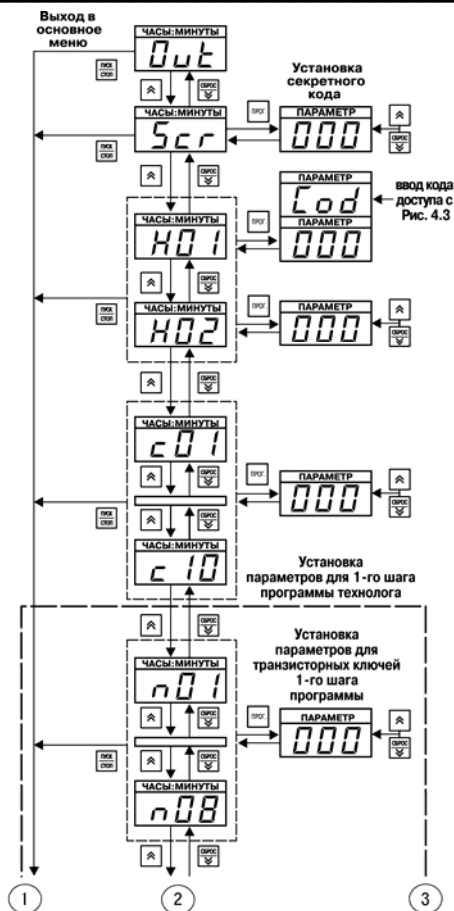

Рис. 4.4. Схема, поясняющая программирование на уровне L1
L2 необходимо нажать кнопку  (см. рис. 4.4), после чего прибор перейдет в состояние «*Out*» основного меню.
4.2.4.1. На рис. 4.4 изображена схема, поясняющая программирование на уровне L1, где задаются значения параметров программ управления (программ технолога). На индикаторе «ЧАСЫ:МИНУТЫ» отображаются имена параметров программ управления, на индикаторе «ПАРАМЕТР» – значения параметров (см. Приложение Д).
Примечание. Все параметры, изображенные на рис. 4.4, кроме двух самых верхних и двух самых нижних прямоугольников, принадлежат только одной программе управления (программе технолога).
Продолжение рис. 4.4